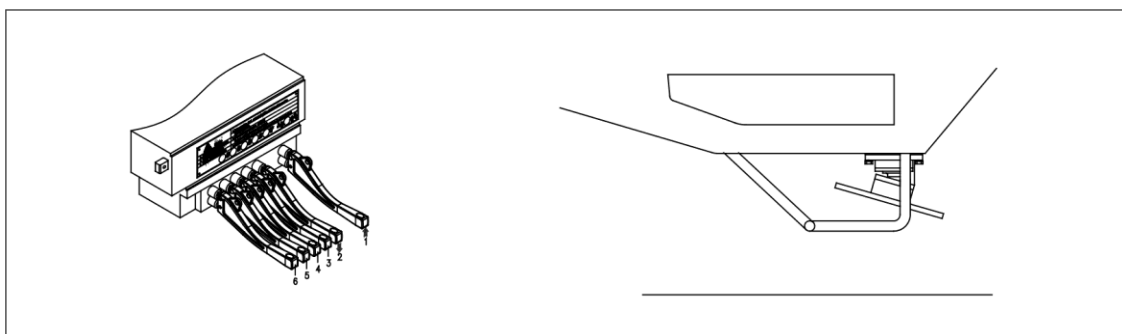

Fig. 06 – 25
- c) Conforme ilustrado na Fig. 06 – 26: